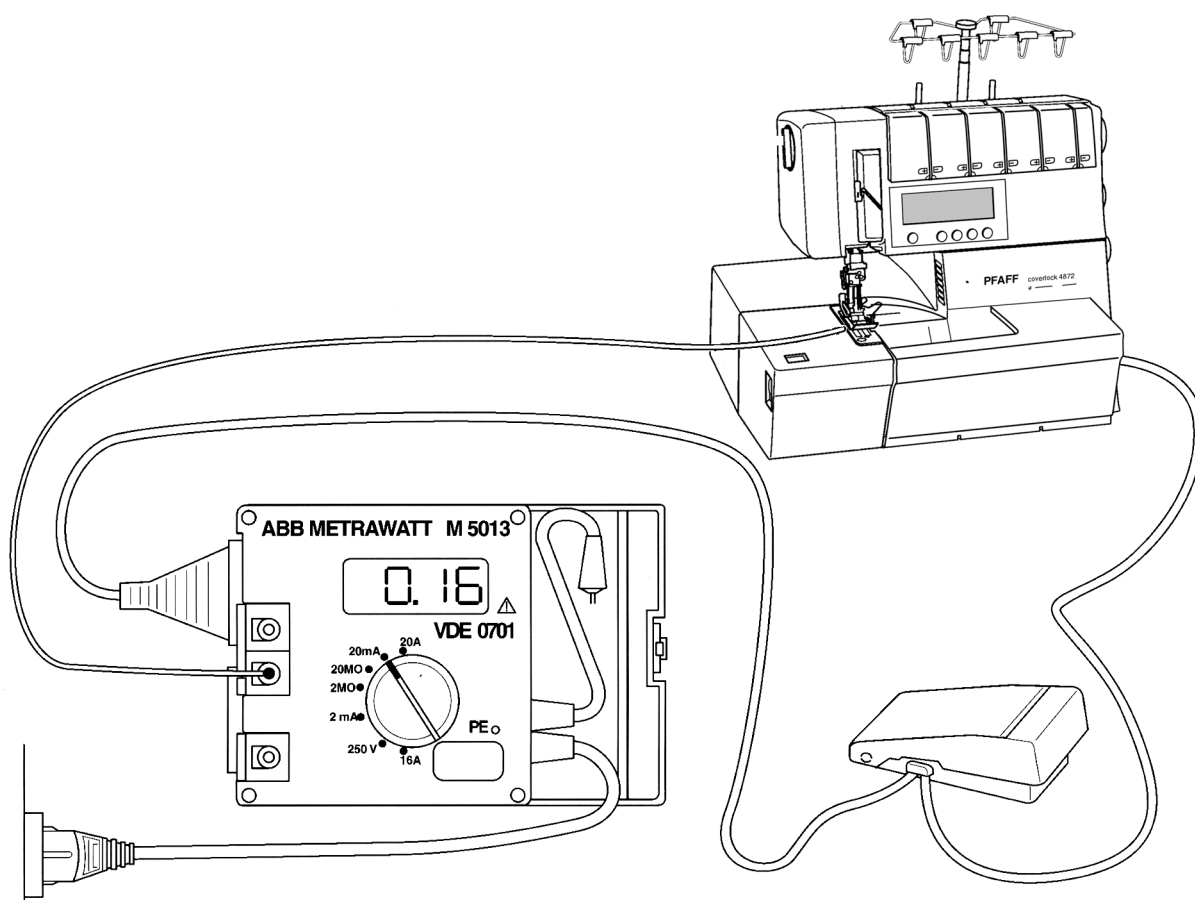

Рис. 73
- Переключатель диапазонов установите на "20 mA" (рис. 73).